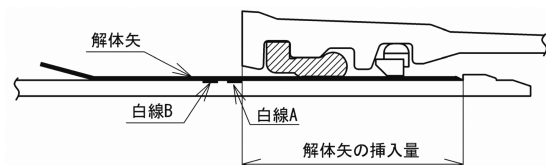
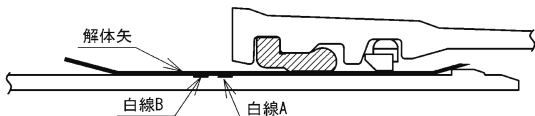

図97 正常に解体矢を挿入した状態
図98 解体矢の挿入が異常な状態
- (3) 図98のように①挿入量が足りない状態、②挿入し過ぎた状態では解体できない。解体矢には図99に示すようにマーキングし、マーキングが白線位置と一致するまで解体矢を打ち込み、図97の正常な状態となるようにする。